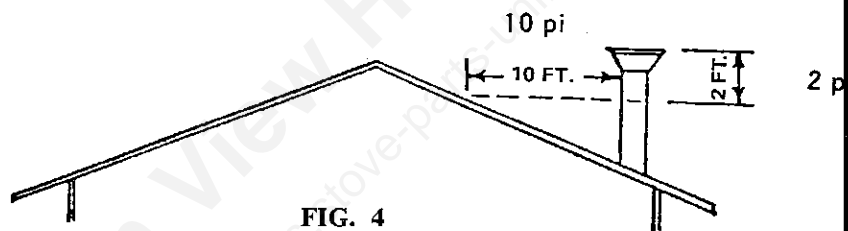

FIG. 4
1. Vérifiez si la cheminée est suffisamment haute pour avoir un tirage adéquat; elle doit dépasser d'au moins 2 pi. le faite du toit ou toute partie du toit en dedans d'une distance horizontale de 10 pi. de la cheminée. Gardez aussi la cheminée et le tuyau propres. VOIR FIG. 4.